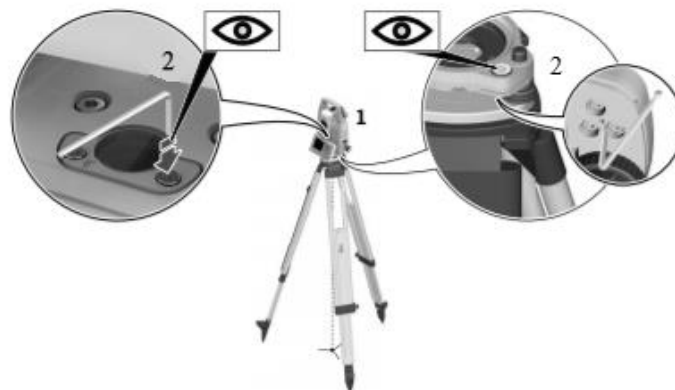

Рис. 2.3. Юстирування круглого рівня приладу і тригеру:
- закріплюємо тригер на штативі і встановлюємо на нього прилад (рис. 2.3, п. 1);